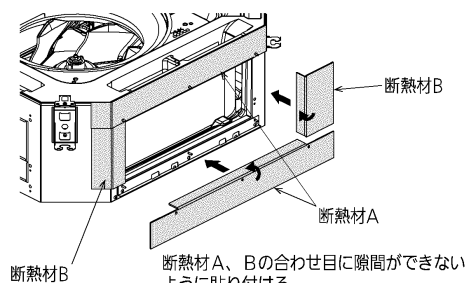

図3
3. 角穴の開口部周囲に付属品の断熱材A・Bを貼り付けてください。(図3、4)